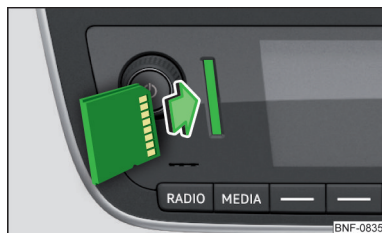

Abb. 107
- Die SD-Karte in den Schacht in Pfeilrichtung, mit der abgeschnittenen Ecke nach oben gerichtet, **einschieben**, bis diese „verrastet“ » Abb. 107.